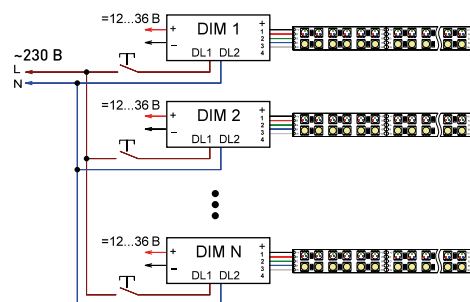

Рис. 3. Использование управления PUSH DIM.
3.14. При необходимости можно использовать режим управления PUSH DIM (Рис. 3).